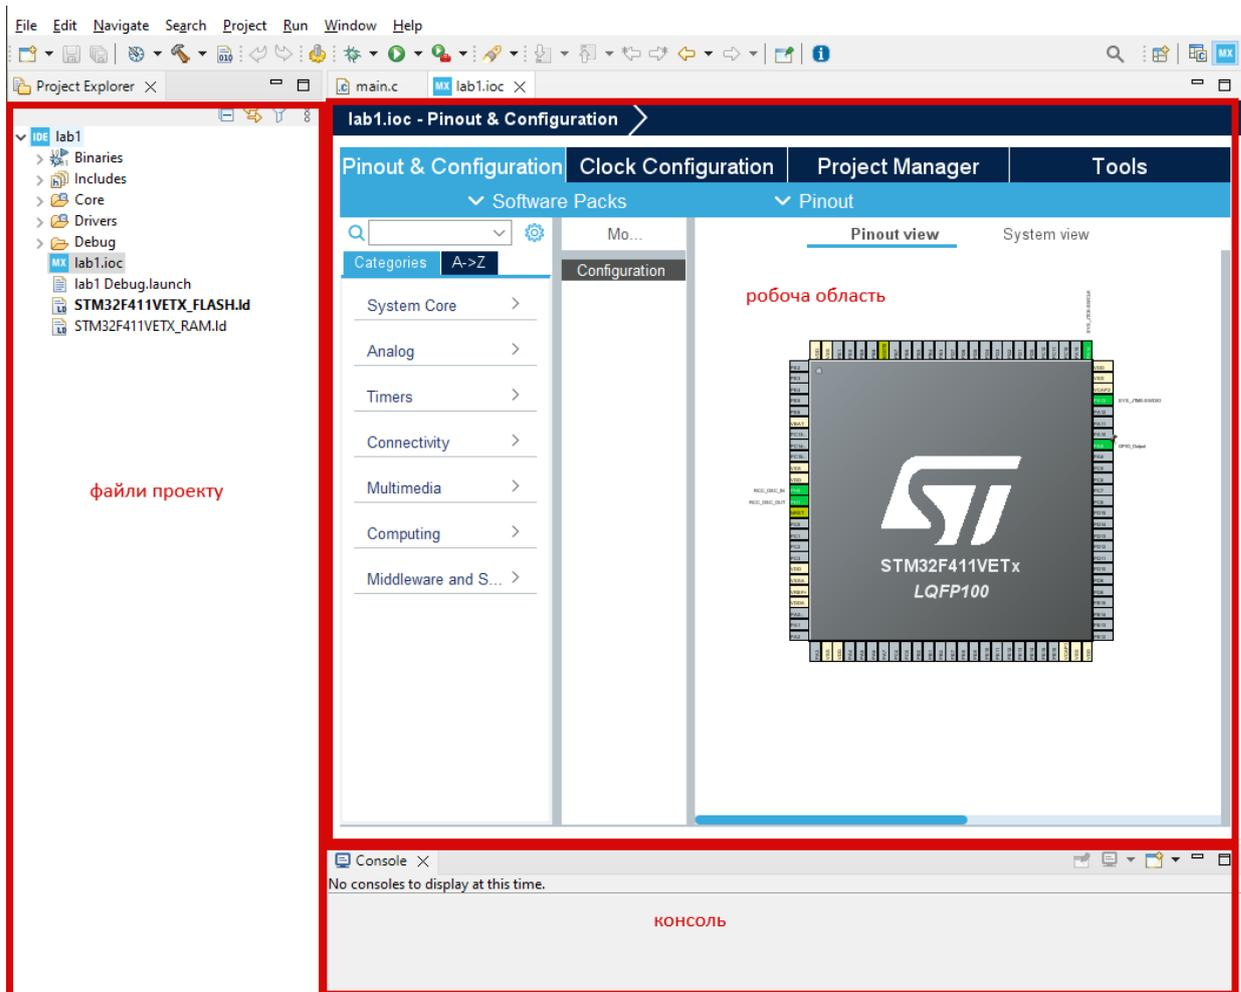

Рис. 1.5. Вікно STM32CubeIDE під час налаштування плати.
1.7. Після проведення необхідних операцій буде відкрито головне вікно середовища STM32CubeIDE та модуль для конфігурації плати. В лівій частині вікна буде розміщене дерево файлів проекту (вкладка Project Explorer). На вкладці *Назва_проекту*.ioc показана графічна модель обраного мікроконтролера та розміщене меню для проведення відповідних попередніх налаштувань. Нижня частина головної робочої області містить вкладку Console для виведення поточної інформації. Загальний вигляд середовища STM32CubeIDE під час налаштування плати показано на рис. 1.5.